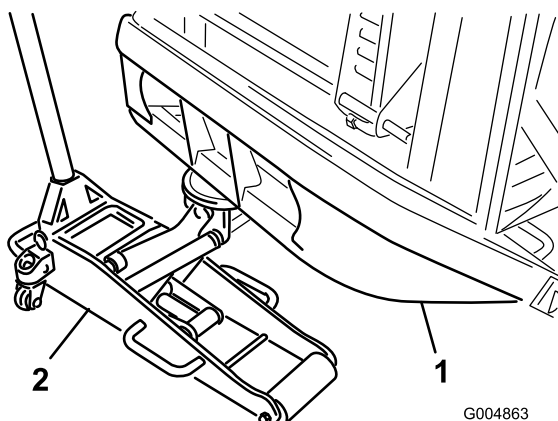

Figura 97
4. Coloque un gato de suelo apropiado debajo del tubo del parachoques trasero, y eleve el neumático trasero del suelo (Figura 97).